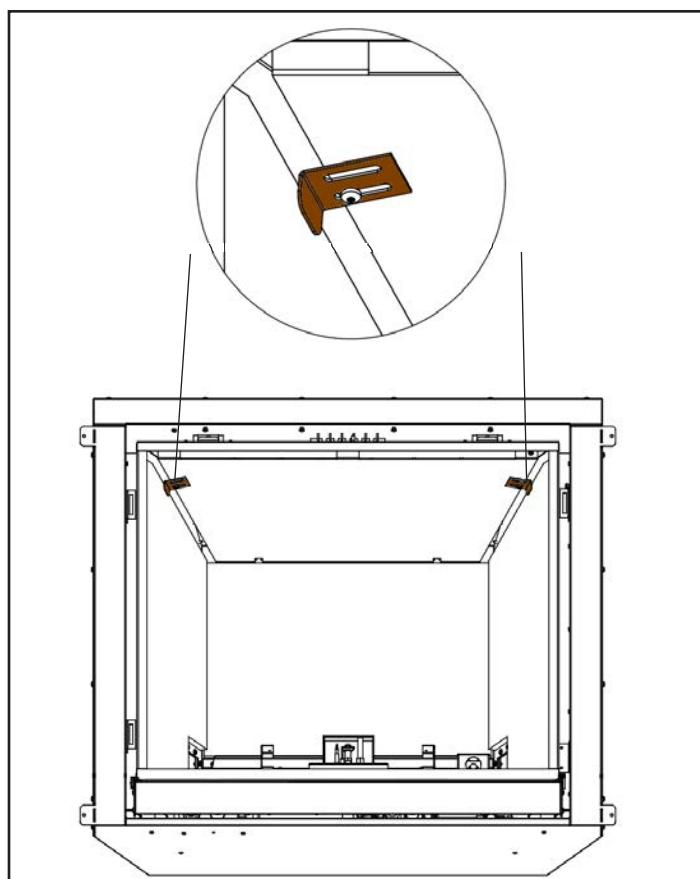

Figure 40. De Retenue du Panneau de Liner
Etape 3: Visser les supports (2) de retenue dans le déflecteur d'échappement existant par les fournis-T # 8 20 boulons. Avant de serrer appuyez sur la retenue sur le panneau fermement. Serrez-les une fois que les panneaux semble être dans la bonne position. (Voir Figure 40)